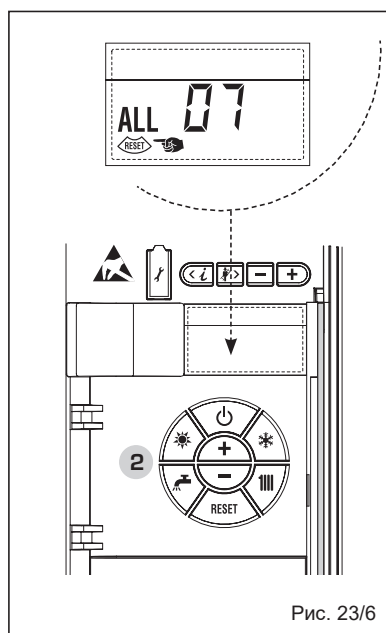

Рис. 23/6
– НЕПОЛАДКА - ПАРАЗИТНОЕ ПЛАМЯ “ALL 08” (Рис. 23/7)